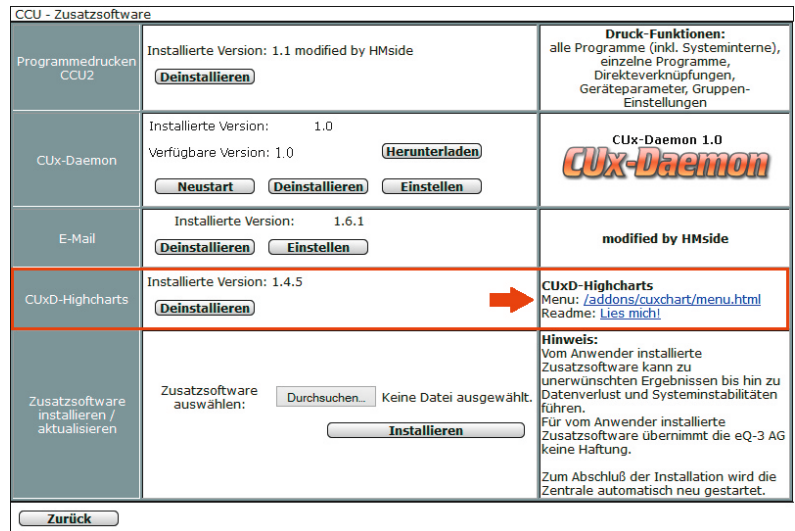
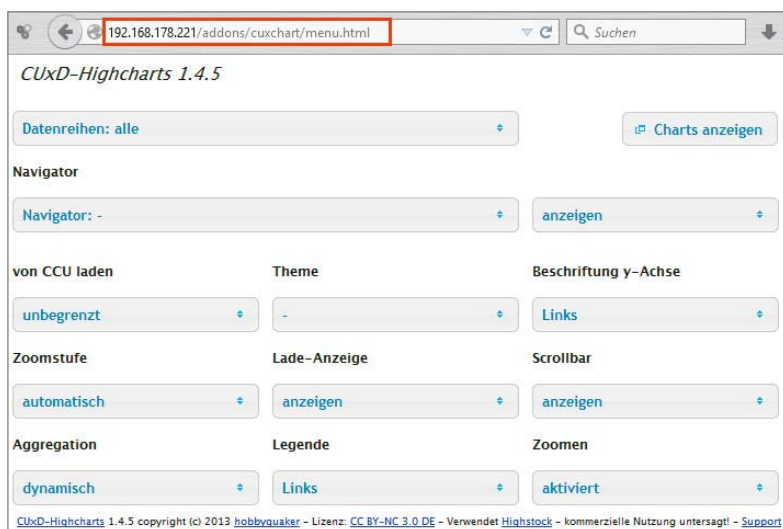

Bild 6: Die Installation der CUXD-Highcharts erfolgt wie bei jeder Zusatzsoftware über die WebUI: „Einstellungen > Systemsteuerung > Zusatzsoftware“.
Bild 7: Der Direktaufruf des CUXD-Highcharts-Menüs über die Browser-Adresszeile
- 7.1 Über die WebUI unter „Einstellungen“ > „Systemsteuerung“ > „Zusatzsoftware“ > rechts beim Eintrag für CUXD Highcharts durch einen Klick auf den Menü-Link (siehe Bild 6), so gelangt man schließlich in das CUXD-Highcharts-Menü (Bild 7).
7.3 Aber auch durch direkte Eingabe der URL zum CUXD-Highcharts-Menü, welche man sich für eine Schnellanwahl auch als Favorit im Browser abspeichern kann (siehe Bild 7):
8. Das unter Punkt 7.1 und 7.3 beschriebene Aufrufen des CUXD-Highcharts-Menüs (Bild 7) bietet eine komfortable Möglichkeit, die Chart-Anzeige nach Belieben zu konfigurieren. Dabei stehen die in Tabelle 2 beschriebenen Konfigurationsmöglichkeiten zur Verfügung.